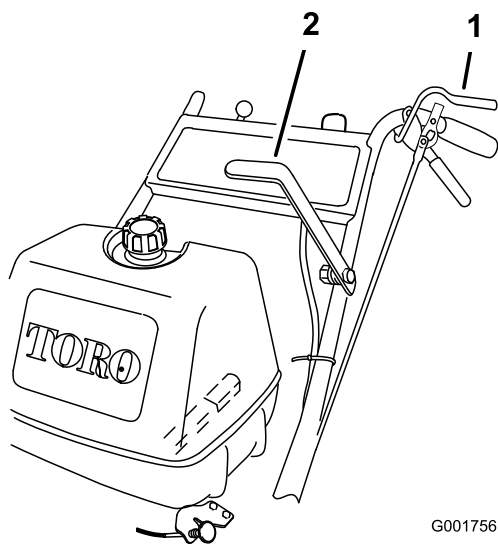

Figura 9
1. Apriete las palancas de Control de Presencia del Operador (CPO) contra el manillar (Figura 9).
2. Empuje la palanca de control de las cuchillas (TDF) firmemente hacia adelante hasta que se enganche en el centro (Figura 9).
Para desengranar las cuchillas, tire hacia atrás de la palanca de control de las cuchillas hasta que haga tope (Figura 9). El motor se parará si se liberan las palancas CPO con la palanca de control de las cuchillas engranada.